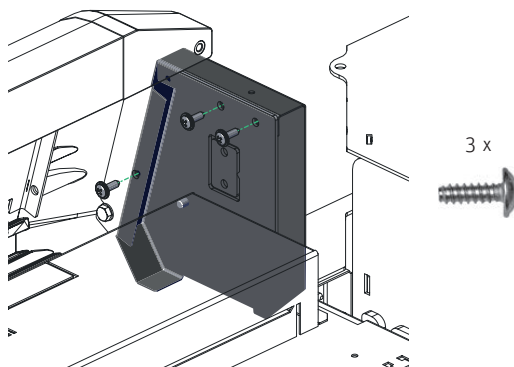

Fig. 97 Avvitare la parte superiore del rivestimento sinistro in alto
- ▶ Avvitare la parte superiore del rivestimento sinistro in alto internamente con 3 viti autofilettanti – Fig. 97.